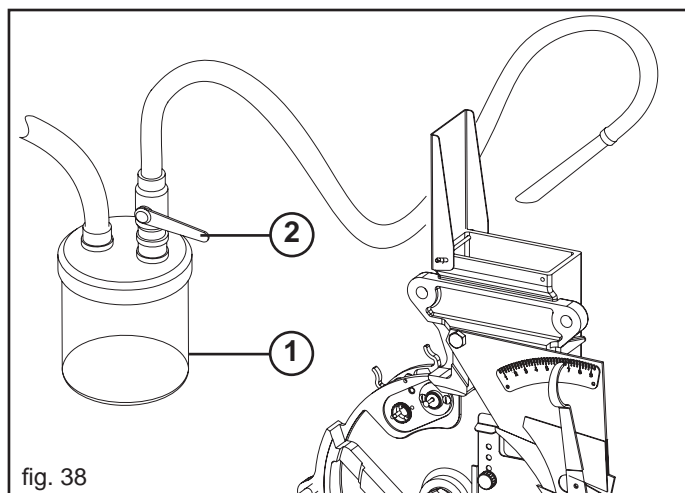

fig. 38
Cet appareil (Fig. 38), livré de serie avec la machine, sert pour la récupération des graines, qui son restées inutilisé dans les réservoir a la fin du semis.
Ouvrir la vanne (2, Fig. 38) en aval du conteneur de récupération (1), et introduire l'extrémité du tuyau dans les réservoirs de graines. Avec le tracteur à l'arrêt et frein de stationnement enclenché, actionner la prise de force pour aspirer les graines.